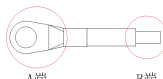

图 5 接线端子示意图
- (5) 接地安装：配件 MV810-Canopen01 在配线时，须做接地安装，接地线材须用户自行准备和压接，如图 5。